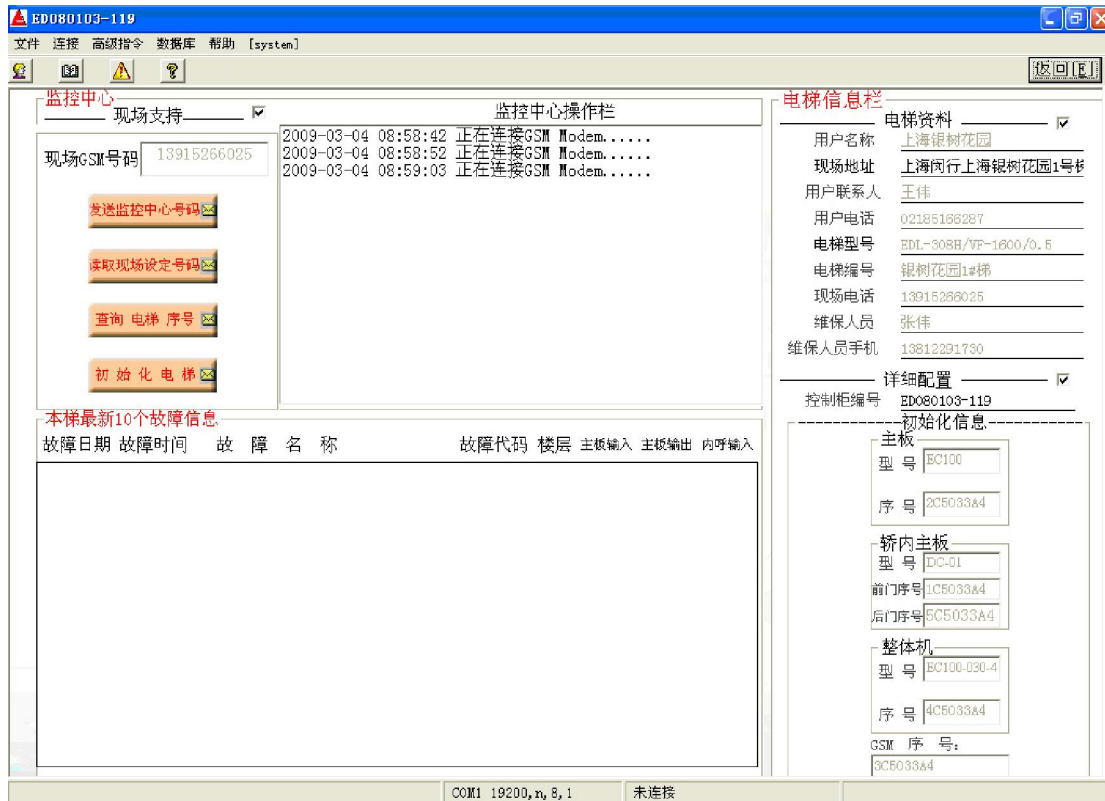

图 7
- A. 图 7 中的监控中心操作栏是提示监控人员操作是否成功及现场电梯是否回复确认信息的指示栏，栏内内容如下：
- B. 图 7 左下的最近故障栏可随时刷新最新产生的 10 个故障栏内内容如下：
- C. 图 7 右边的电梯信息栏提示此电梯的信息，方便监控人员确认操作的是其想操作的目标电梯；